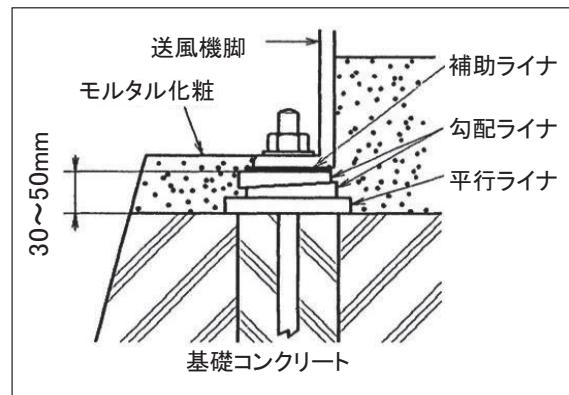

図2 ライナ配置例
- (3) 平行ライナ1枚と勾配ライナ2枚を図2に示すように送風機の基礎ボルト穴の両側に振り分け配置してください。